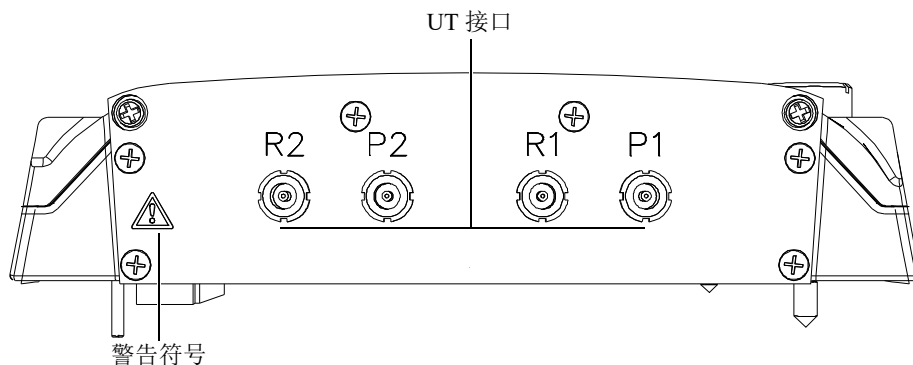

图 N-1 模块侧视图
- 切勿触碰 LEMO 接口的内导体，以免遭受电击。UT 接口的内导体电压会高达 340 V。LEMO 接口旁的警告符号提醒用户注意电击的危险（参见第 187 页的图 N-1）。